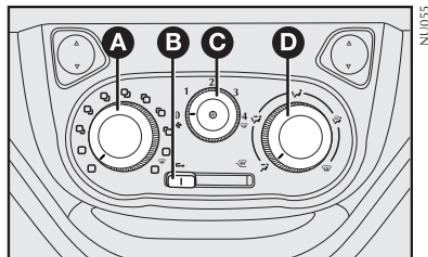

fig. 38
## COMANDOS - fig. 38
1) Seletor para a temperatura do ar **A**-fig. 38 totalmente posicionado à esquerda.
2) Seletor do ventilador **C**-fig. 38 posicionado na velocidade máxima.
3) Seletor de distribuição do ar **D**-fig. 38 apontado para ↗; controlar para que todas as saídas de ar estejam totalmente abertas.
4) Ligar o ar-condicionado apertando o seletor a partir da posição 1 **C**-fig. 38 (a luz-espia no seletor irá acender).
baçamento e ativar o condicionador, apertando o seletor **C-fig. 38**.
1) Condicionador de ar ligado: seletor **C-fig. 38**.